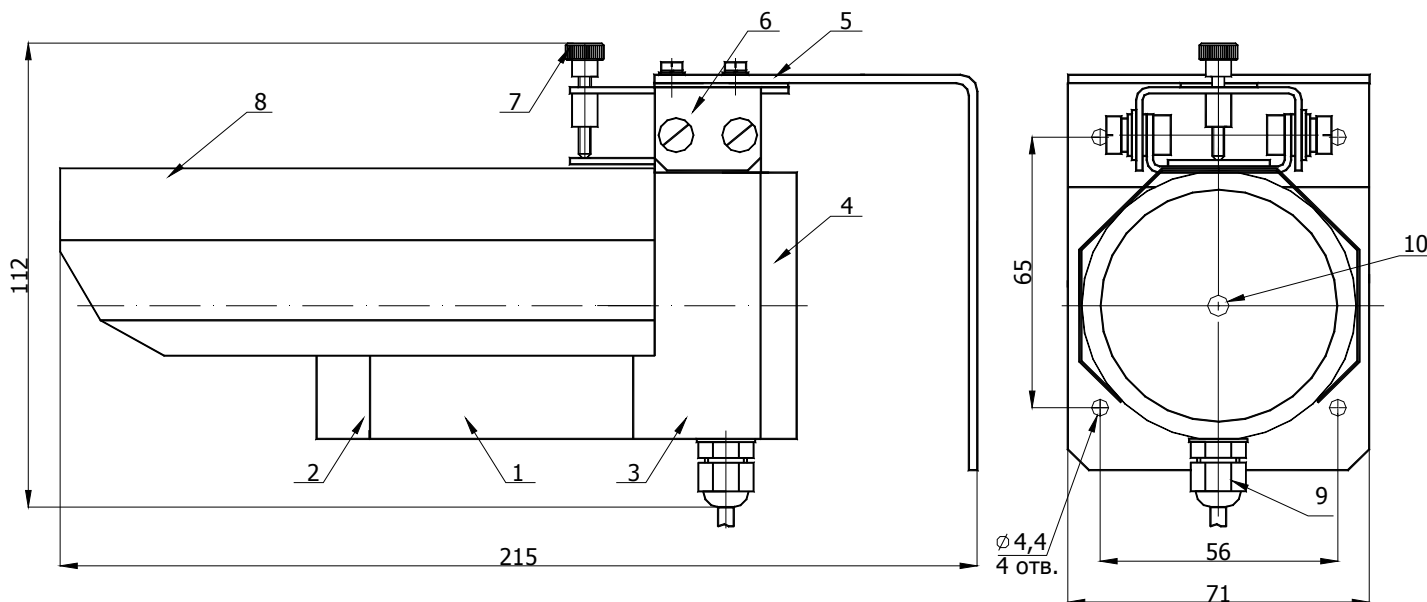

Рис. 1.2 Общий вид извещателя
1.4.1 Общий вид извещателя приведен на рис. 1.2. Конструктивно извещатель выполнен из круглого корпуса (1) с козырьком (8), закрепленных на кронштейне (6) и угольнике (5), обеспечивающем возможность установки на стене, балке, опоре, заборе и т. д. Крепление угольника к основанию производится с помощью шурупов.